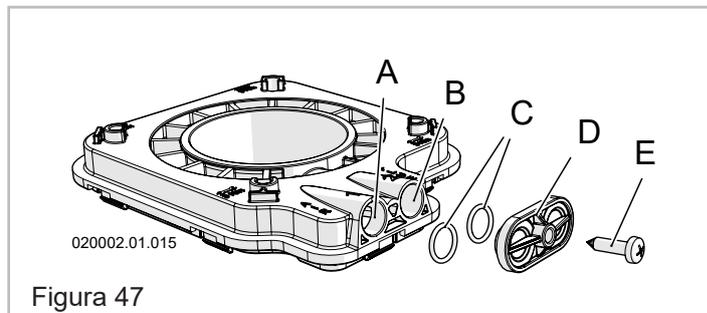

Figura 47
3. - Conecte un analizador de combustión a la toma específica del racor de evacuación de humos "B" (Figura 47);